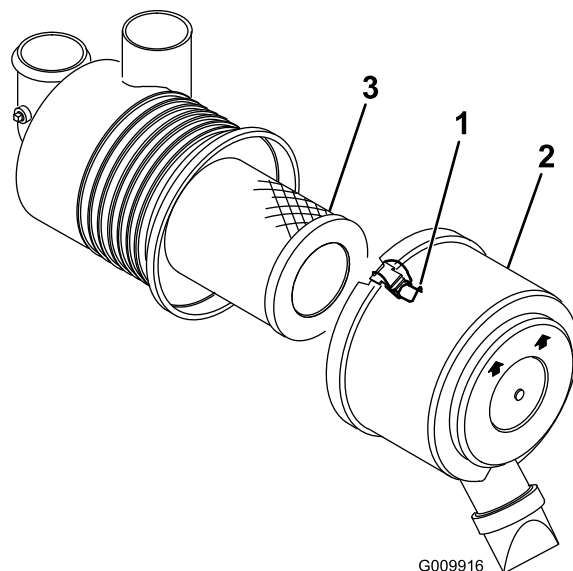

Figura 44
1. Abra los enganches que fijan la tapa del limpiador de aire a la carcasa del limpiador de aire (Figura 44).
4. Retire y deseche el filtro (Figura 44).